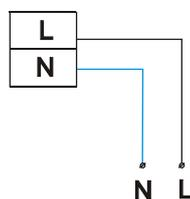

Рис. 1
- 3.5 Присоедините провода питания к клеммной колодке (см. рис.1). Рекомендуется использовать кабель ПВС, сечением 0,75-1,5 мм², либо другой аналогичный по свойствам.